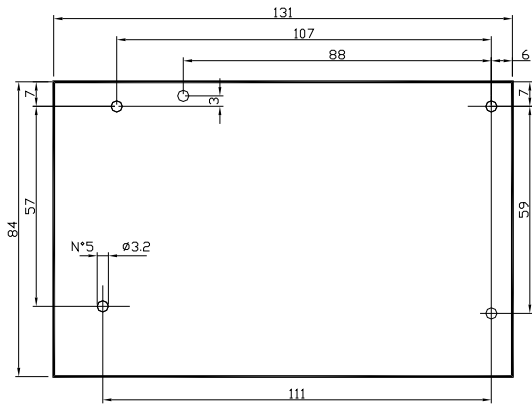

Fig.1 - Dimension mécanique de la carte
La centrale MP504TG(\*) est livrée comme une carte électronique (fig.1), qui doit être complétée par un boîtier protégé contre l'ouverture et l'extraction, capable de loger à l'intérieur une alimentation et une batterie tampon, comme par exemple le « Boîtier en plastique pour MP508/MP504 » ou le « Boîtier en plastique pour MP120/MP504 » d'Elkron. Pour alimenter la centrale MP504TG(\*) et les dispositifs, il faut une alimentation capable de fournir 14,4 Vcc ± 1% - 1,5 A, comme la PS515, qui prévoit aussi la borne « C » nécessaire à effectuer l'essai de batterie. La centrale doit être connectée à une batterie tampon de 12 V - 7 Ah. Brancher les dispositifs de détection de l'ouverture et de l'extraction du boîtier au connecteur pour le TAMPER (P), en retirant le cavalier. Les dispositifs de l'autoprotection doivent être NF quand ils sont au repos.